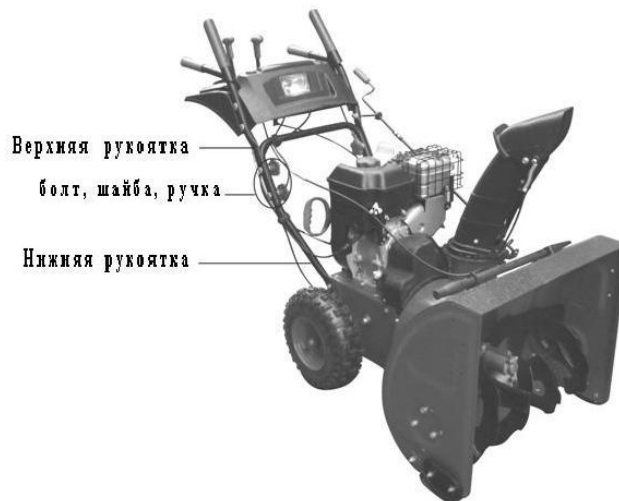

Рисунок 2. Расположение рукояток.
3. 2. Зафиксируйте верхнюю рукоятку относительно нижней рукоятки. Смотрите Рисунок 2.